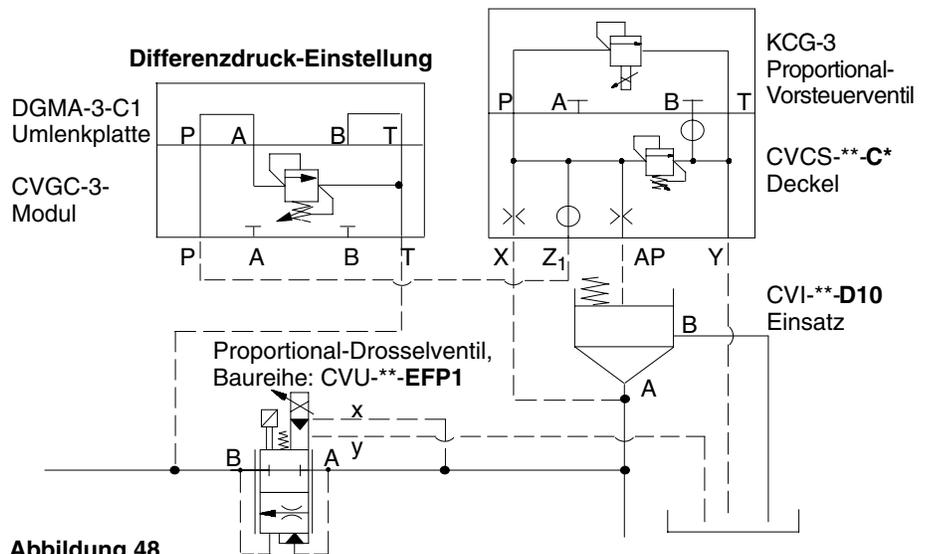

Abbildung 48
**Abbildung 48.** Wenn ein Deckel der Baureihe CVCS-\*\*-C1 oder C3 (integrierte Anschlußfläche für Vorsteuerventil der Größe 3) verwendet wird, erlaubt ein Proportional-Druckventil KCG-3 die Änderung des maximalen Drucks durch ein geeignetes elektrisches Signal. Eine typische Anwendung ist ein Kreislauf, bei dem der Endhaltdruck an einem Zylinder variiert werden muß (z. B. Aushärtungs-/Abbindzeit).